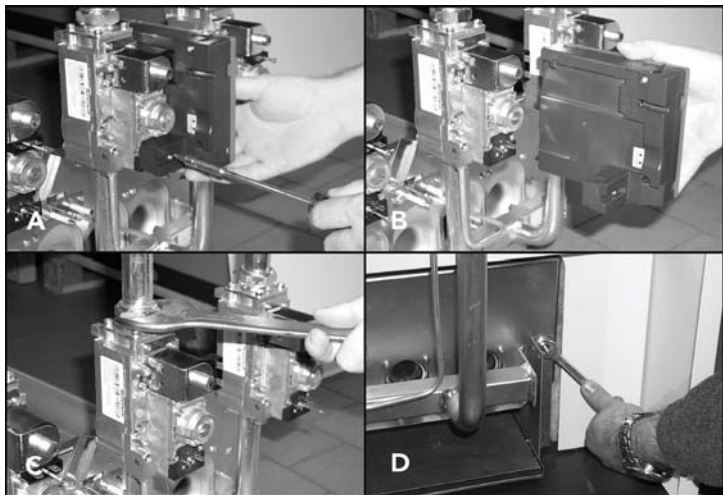

fig. 9 - Desmontaje y limpieza de los quemadores
- Desenroscar los dos tornillos que fijan las centralitas electrónicas de control de la llama a la válvula de gas (A - fig. 9) y desmontarlas de las válvulas gas (B - fig. 9).
- Desenroscar las tuercas que fijan el tubo de alimentación de gas en posición previa a las válvulas de gas (C - fig. 9).
- Desenroscar las dos tuercas que fijan la puerta de la cámara de combustión a los elementos en fundición de la caldera (D - fig. 9).